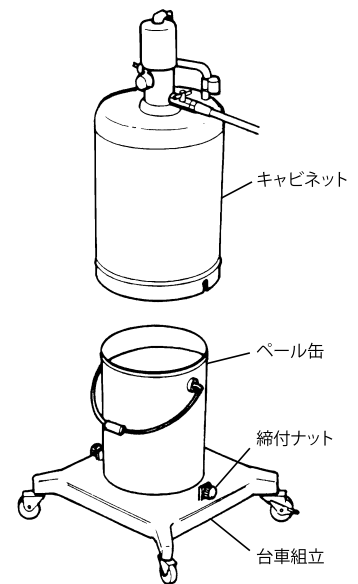

Fig. 2
- 2) キャビネット下部の2個の締付ナットを緩め(反時計方向に回す)、キャビネットを台車から取外します。(Fig. 2)